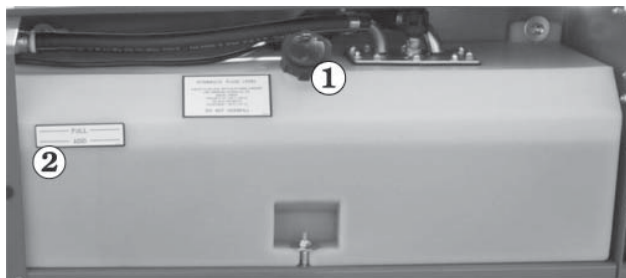

Abb. 7.13 – Hydrauliköltank
Kontrollieren Sie, ob die Kappe ❶ angebracht und fest geschlossen ist (siehe Abb. 7.13).
Die Arbeitsbühne komplett herablassen. Der Hydraulikölstand sollte laut Markierung am FULL-Pegel ❷ stehen (siehe Abb. 7.13). Füllen Sie bei Bedarf Hydrauliköl über die Hydrauliktankkappe nach. Siehe Abschnitt Spezifikationen für korrekte Sorte und Qualität.